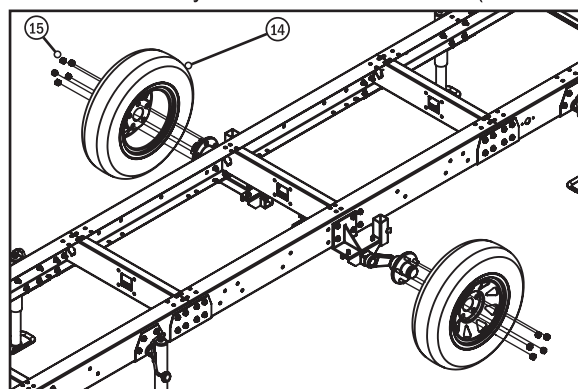

Fig. 12
Étape 18 : Installer les roues/pneus. Réglez la hauteur de la remorque de manière à ce que les roues (n° 14) puissent être placées sur le moyeu de chaque essieu. Assurez-vous que la roue est installée dans le bon sens, comme indiqué. Fixez solidement chaque roue sur le moyeu à l'aide de cinq écrous de moyeu (n° 15). Serrer les écrous à la main (fig. 12). Abaissez la remorque sur la roue et calez les pneus, puis serrez les écrous de moyeu entre 122 à 163 N-m (90 et 120 pi-lb).